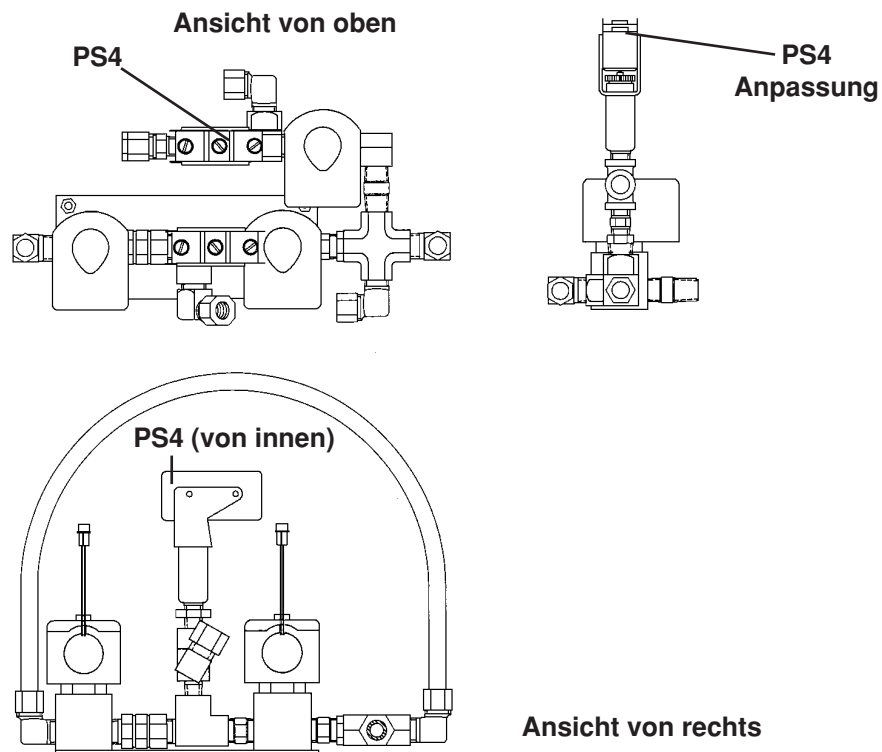

Abbildung 3-10 Druckwächter PS4 and Einstellposition
2. Wenn der RUN-Druck des Plasmagases nicht den in den Schneidtabellen **nach der Bogenübertragung** angegebenen Wert erreicht, muß möglicherweise PS4 angepaßt werden. Die rechte Seitenplatte der Stromquelle entfernen. Den Druckwächter PS4 unter Bezugnahme auf Abbildung 3-10 am Boden der Stromquelle positionieren und durch Drehen der PS4 Justierschraube gegen den Uhrzeigersinn einstellen.